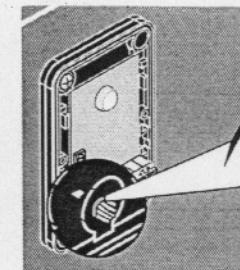

Fig. 12 / Bild. 12
Die rote Led LR wird gelöscht (Bild. 12).
- Die grüne Led schaltet sich ein, wenn der Empfänger stromversorgt wird (Bild. 12).
- Die rote Led schaltet sich ein, wenn Sender und Empfänger nicht korrekt ausgerichtet sind (Bild. 12).
- Applicare una goccia di silicone sul foro di ingresso cavi (Fig. 12)